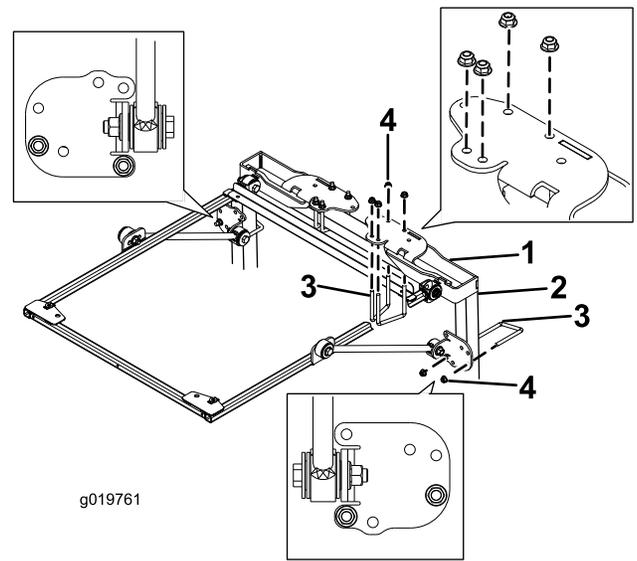

Bild 3
4. Befestigen Sie die Befestigungshalterungen des Überrollschutzes an der Oberseite des Überrollbügels der Zugmaschine (**Bild 3**).
5. Befestigen Sie jede Befestigungshalterung des Überrollschutzes mit zwei U-Bügeln (4") und vier Bundmuttern in den in **Bild 3** abgebildeten Befestigungslöchern an der Oberseite des Überrollbügels.
6. Befestigen Sie jede Strebenhalterung lose mit einem U-Bügel (4") und zwei Bundmuttern in den in **Bild 3** abgebildeten Befestigungslöchern an den Streben des Überrollbügels.